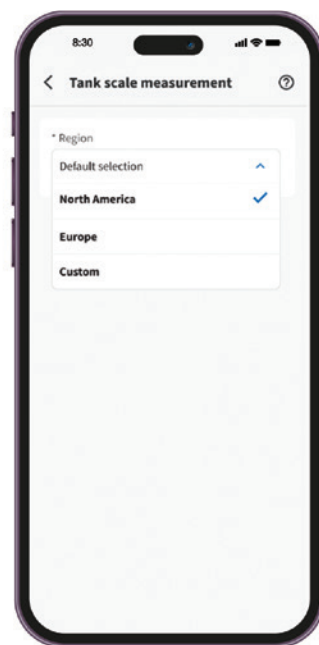

Fig 12
- Open de Napoleon® Home App en ga naar het gedeelte Tankweegschaal (**Fig 12**).